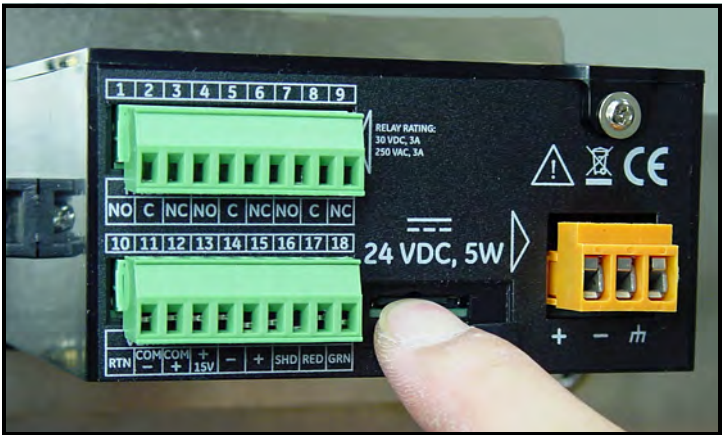

Abbildung 50: Eindrücken der MicroSD-Karte
2. Drücken Sie die Speicherkarte nach innen, bis Sie ein Klicken hören, und lassen Sie sie dann los (siehe *Abbildung 50* unten).